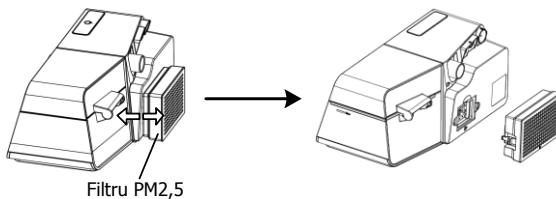

Fig. 19-9
(3) Înlocuiți filtrul de aer și capul filtrului de la filtrul PM2,5, așa cum se arată în Fig. 19-9.